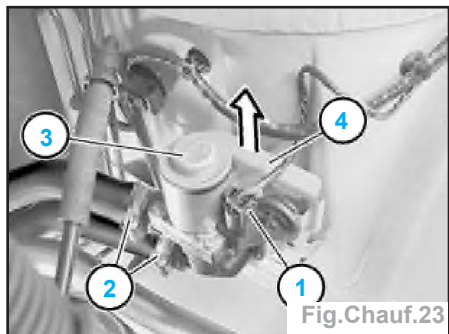

Fig. Chauff.23
- débrancher les connecteurs (1),
- défaire les colliers (2) et débrancher les flexibles,
- dégager la vanne à eau du bloc de chauffage (3) par le haut.
- Vanne à eau du bloc de chauffage sans pompe à eau additionnelle (Fig. Chauff.23) :
- débrancher le connecteur (1),
- extraire la vanne à eau du bloc de chauffage (3) du support (4) dans le sens de la flèche.